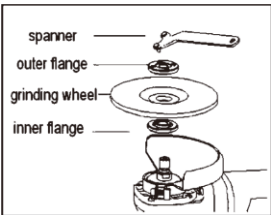
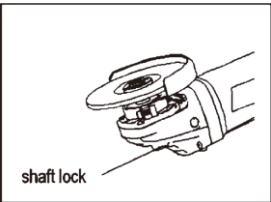

Fig3
Fig4
- Montați flanșa interioară pe ax, Fixați roata / discul pe flanșa interioară și înșurubați flanșa exterioră pe ax (Fig 3).
- Pentru a strânge flanșa exterioră, Apăsăți ferm blocarea arborelui, astfel încât axul să nu se poată învârti, apoi utilizați spannerul (prezentat în Fig3) și strângeți bine în sensul acelor de ceasornic. (Fig4)